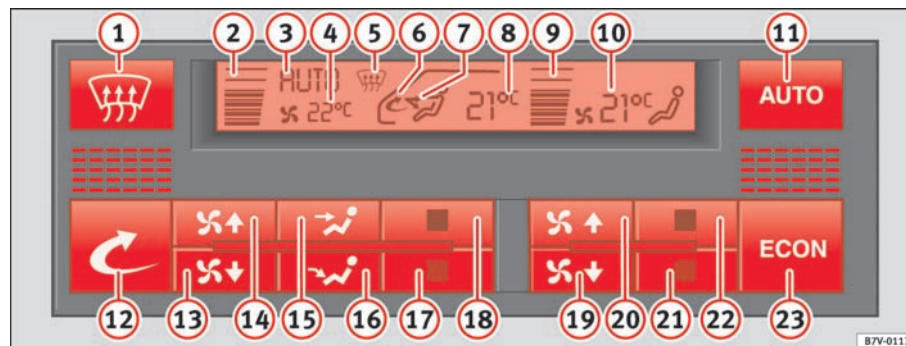

Fig. 118 Udsnit af instrumentpanelet: betjeningselementer til Climatronic
- Tryk på den pågældende knap ⇒ fig. 118 for at aktivere eller deaktivere en funktion.